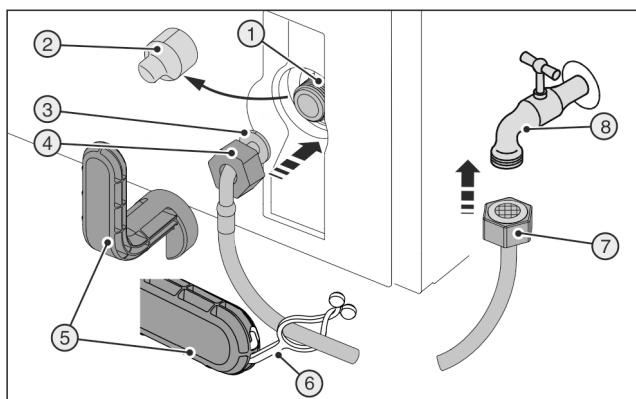
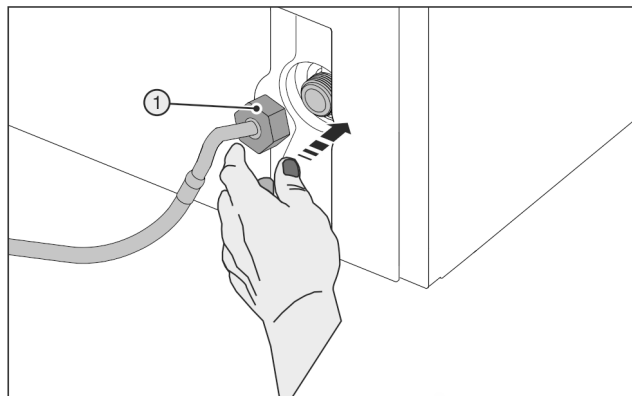

Fig. 45
Fig. 46
Rozbitý pomocný nástroj Fig. 45 (5)!
- Pomocný nástroj Fig. 45 (5) používajte výhradne pri izbovej teplote.
- Stiahnite kryt Fig. 45 (2).
- Uľahčená montáž: Rovný koniec hadice Fig. 45 (7) rozložte na zem smerom doľava.
- Maticu Fig. 45 (4) nasuňte až na koniec cez zahnutý koniec hadice Fig. 45 (3) a pridržte.
- Opatrne nasadte maticu Fig. 46 (1) a dvomi prstami ju rovno skrutkujte na závit, kým nedosiahnete bezpečné dosadnutie.
- Maticu Fig. 46 (1) uťahujte pomocným nástrojom Fig. 45 (5) v smere hodinových ručičiek, kým sa nedosiahne maximálny uťahovací moment a pomocný nástroj Fig. 45 (5) sa nezačne pretáčať.
- Maticu Fig. 45 (7) naskrutkujte na uzatvárací kohút Fig. 45 (8).
- Maticu Fig. 45 (7) uťahujte pomocným nástrojom Fig. 45 (5) v smere hodinových ručičiek, kým sa nedosiahne maximálny uťahovací moment a pomocný nástroj Fig. 45 (5) sa nezačne pretáčať.
- Otvorte uzatvárací kohút Fig. 45 (8) prívodu vody a celý vodný systém skontrolujte ohľadom tesnosti.
- Sponu Fig. 45 (6) zaháknite do pomocného nástroja Fig. 45 (5) a na uschovanie upevnite na hadicu z ušľachtilej ocele.